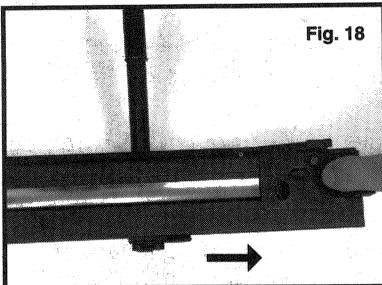

Fig. 18
- Tire del seguidor de grapas completamente hasta la parte posterior (ver la Fig. 18), dejando que el seguidor quede fijo en la posición abierta.